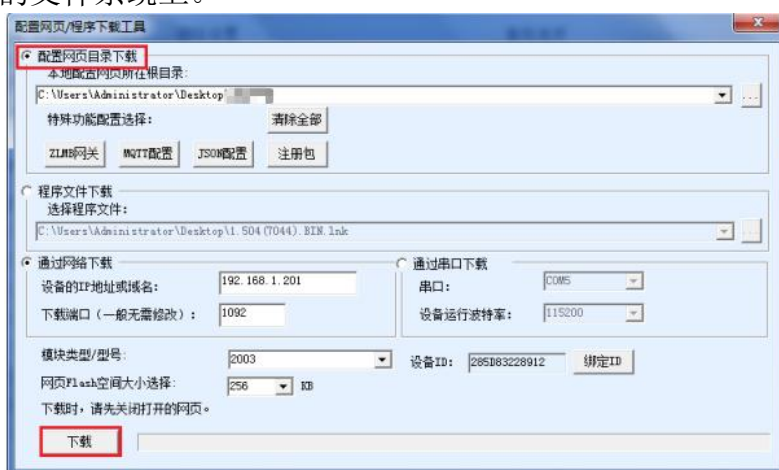

图 59 ZLAN5412H web 升级方法
- 6 Web 配置界面更新：固件升级后模块内部的配置网页也需要更新，否则无法再通过 Web 配置，但是不影响通讯。无需 web 配置的也可以不下载网页。下载 Web 的方法是：如图 59 所示，将“程序文件”下载模式改为“网页目录下载”。并且选择本地网页所在根目录为需要下载的网页文件所在目录（该目录可以从卓岚获得），点击下载，将本地网页目录下的所有文件下载到设备内部的文件系统上。